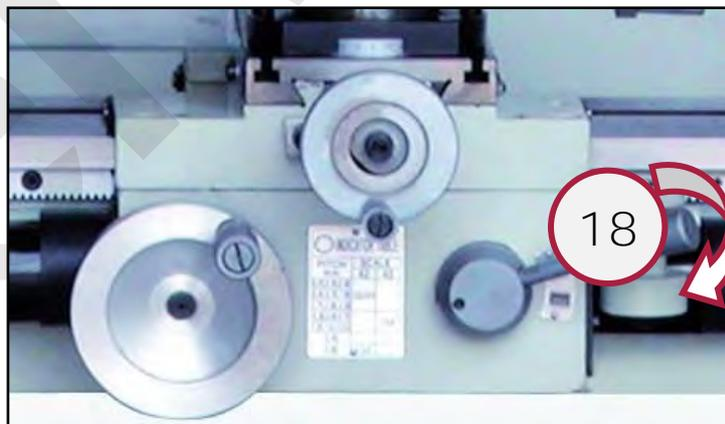

Figura 21 – Leva degli avanzamenti.
4. **Abbassare la leva di selezione dell'avanzamento automatico (rif. 18 in Figura 21) per ingranare lo spostamento del carrello per le operazioni di filettatura.**